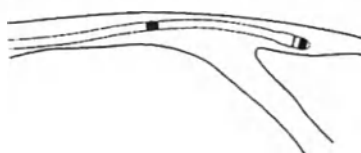

Рисунок 8.
1. Проведите электрод за устье кардиальной вены (Рис. 8).